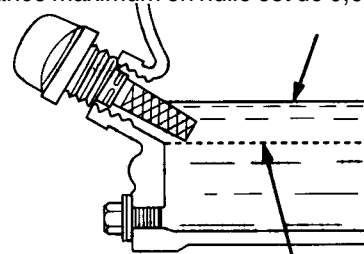

Figure 4. Jauge d'huile du moteur (niveau d'huile)
4. S'il est bas (Figure 4), remplissez jusqu'au bord du trou de remplissage avec le type d'huile recommandé (Tableau 3). La contenance maximum en huile est de 0,60 litre.